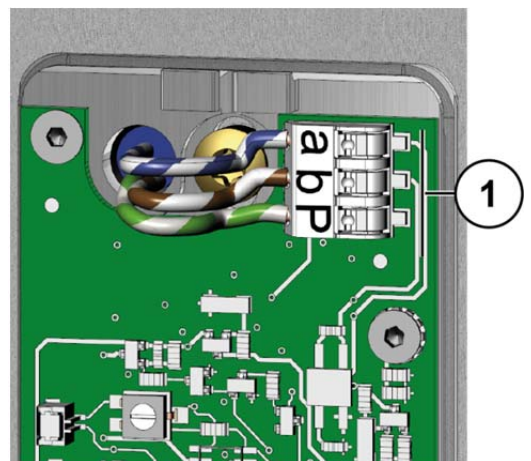

Abb. 4: Leitungen anschließen
- ▶ Schließen Sie die Leitungen (a, b, und P) gemäß Beschriftung (1) an (Abb. 4).